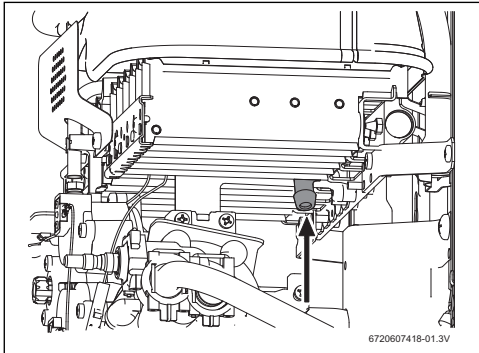

Fig. 12 Point de mesure de la pression
- ▶ Dévisser la vis de pression (fig. 12).